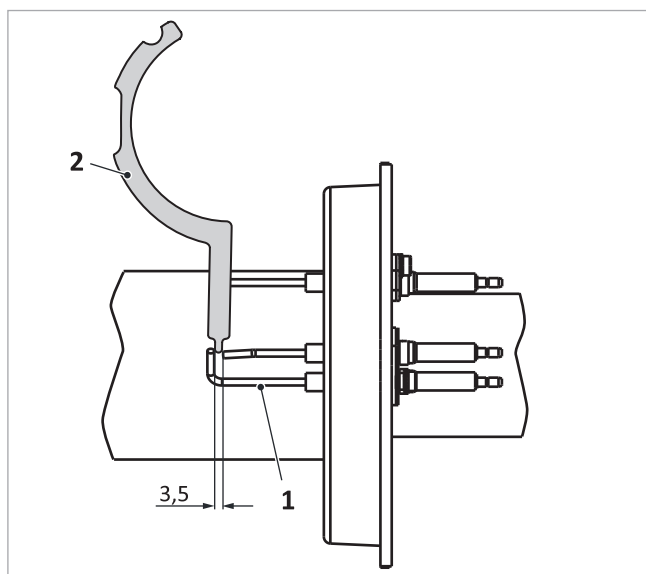

Abb. 144: Abstand Elektrode zur Masse an der Zündelektrode
1. Abstände der Ionisationselektrode mit Hilfe einer Elektrodenlehre → Abb. 144 (2) überprüfen (ggf. durch vorsichtiges Biegen korrigieren).
- Elektroden untereinander → Abb. 144 (1): 3,5 mm